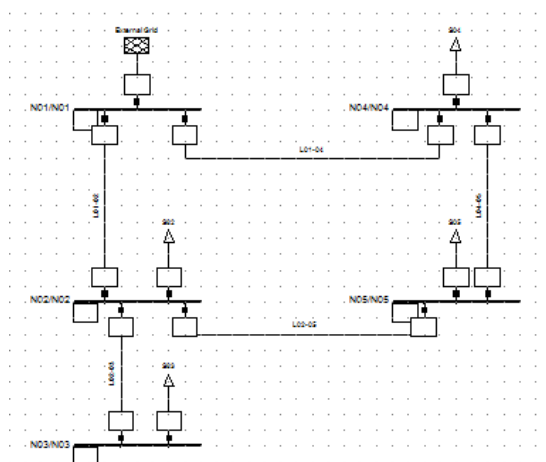

Fig. X.1 – Rețea test pentru calculul regimului permanent cu RNA introdusă în DGSilent Power Factory
Un exemplu de schemă monofilară introdusă de utilizator și pregătită pentru calculul de regim este indicat în fig. X.1. Este vorba despre o rețea test utilizată în cadrul studiului de caz.
Primul pas, realizat deja este construirea schemei monofilare și introducerea parametrilor electrici ai tuturor elementelor rețelei. Rețeaua exemplificată în fig. X.1 are cinci noduri, dintre care patru sunt noduri consumatoare (PQ) iar unul, nodul 1, este de echilibru și cinci linii electrice.
coloane vor conține valorile puterilor active și reactive pentru nodurile rețelei, fără o ordine impusă, însă, odată aleasă pentru un regim, ea trebuie păstrată pentru toate regimurile citite din fișierul curent. Pentru exemplul rețelei electrice din fig.X.1, care are patru noduri de sarcină, fișierul csv trebuie să conțină o coloană index și opt coloane pentru puteri active și reactive nodale. Numărul de linii de date din fișier indică numărul de regimuri care vor fi calculate succesiv.